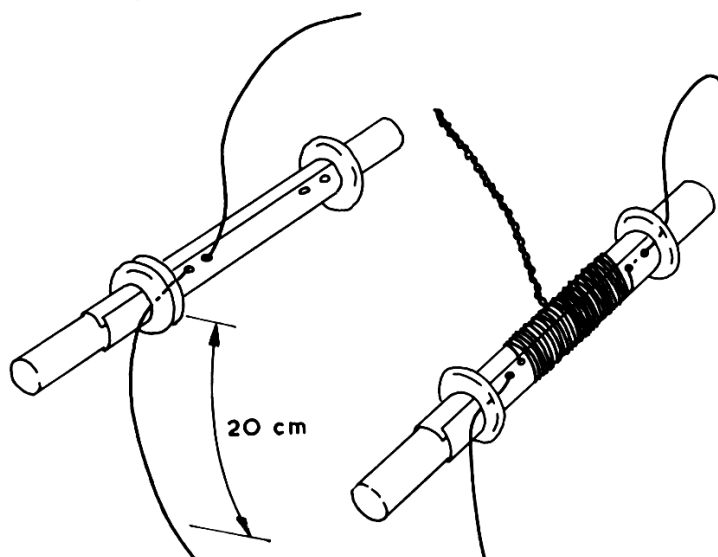

Fig. B38
28. Steek het uiteinde van de draad door twee gaatjes in het prespaan en trek dit uiteinde voorzichtig 20 cm onder de rubbertule door (fig. B38). Maak zo nodig de gaatjes voorzichtig nog wat groter.